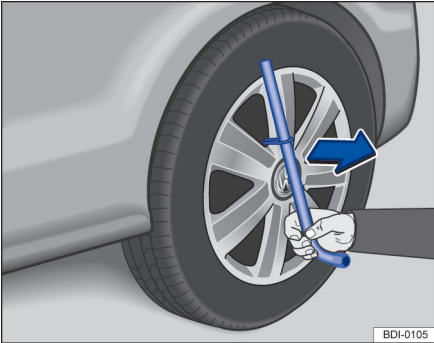

图 159 取下车轮饰盖
- 将钢丝钩穿过开口插入饰盖内⇒图 159，然后沿箭头方向将其拔出。